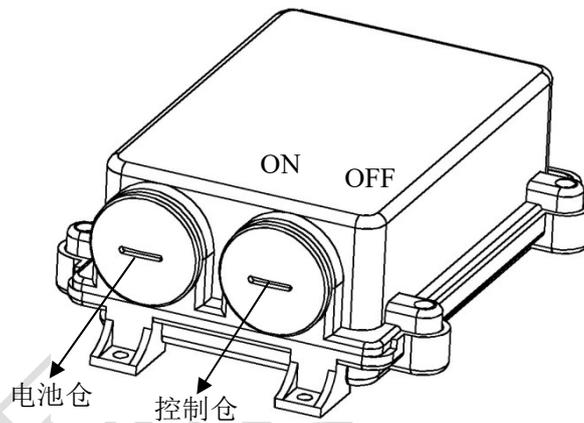

图1 古树倾斜智能监测终端示意图
该终端产品示意图如图1所示，提供了LoRaWAN、NB-IoT两种无线通讯方式。终端使用电池供电，具有安装方便、电池寿命长、检测准确率高，工作稳定等特点。
a) 打开控制仓（如图1标识）；